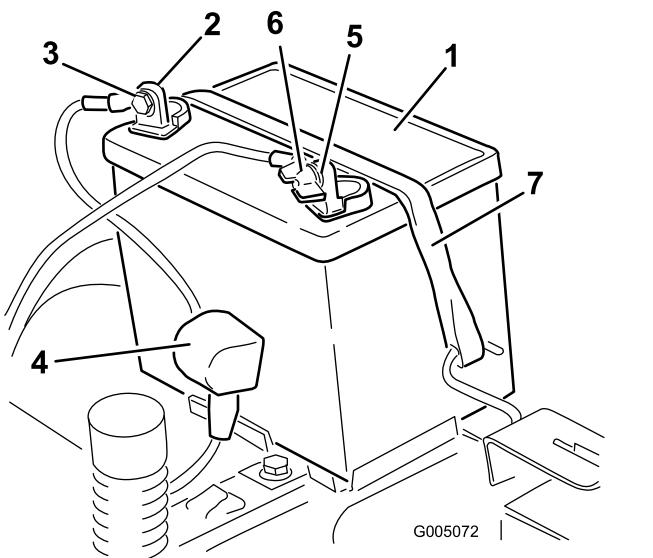

Figura 41
- Desconecte el cable negativo de tierra (negro) del borne de la batería (Figura 41).
- Desconecte el cable positivo (rojo) del borne de la batería (Figura 41).
- Retire la correa de sujeción de la batería (Figura 41) y levante la batería para retirarla de su bandeja.
1. Coloque la batería en la bandeja (Figura 41).
5. Fije la batería con la correa de sujeción (Figura 41).